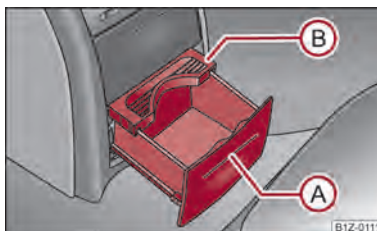

Fig. 68 Console centrale arrière : Porte-gobelets
- Appuyez sur le cache au niveau (A) ⇒ fig. 68 - le porte-gobelets sort.
- Fixez le porte-gobelets en faisant glisser la plaque de sécurité (B).